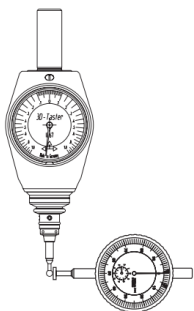

Abb. 2
- Stellen Sie die Anzeige auf Null (Abb. 2).